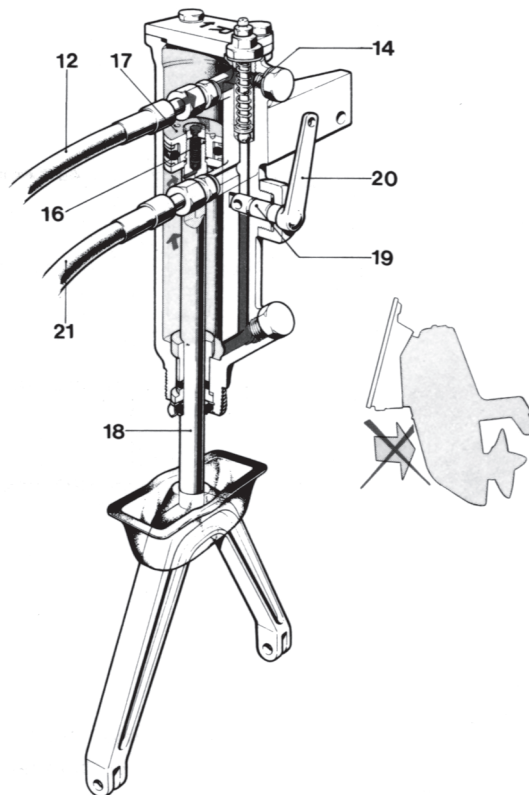

Fig. 15. Lyftcylindern, säkerhetsventilen öppnar vid lyfftförsök med backväxeln ilagd
1. Elmotorn (1) och hydraulpumpen (7) startar.
3. Vid ilagd backväxel är manöverventilen (19, fig. 15) stängd vilket innebär att oljan som befinner sig under kolven i lyftcylindern ej kan passera till kolvens ovansida via denna.